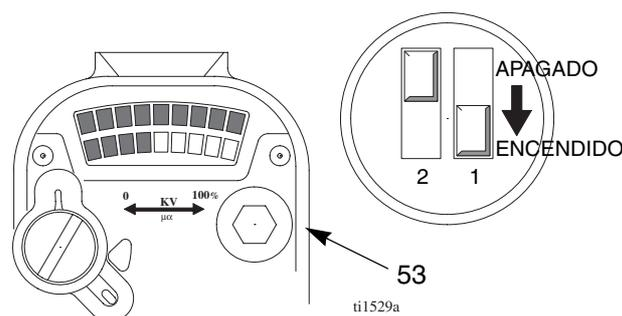

Fig. 15. Interruptores de ajuste de bajo voltaje
2. Retire el tapón del ajuste de VOLTAJE BAJO (53). Fije el voltaje que desee usando el pequeño destornillador para deslizar los interruptores 1 y 2 hasta las posiciones ON u OFF, según la Tabela 4. Vea también FIG. 15.